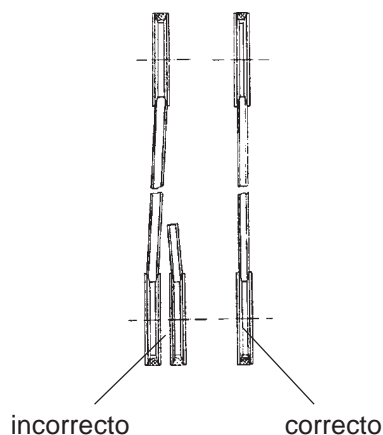

Figura 6.1
- El motor deberá estar alineado de manera que queden alineadas las poleas de transmisión del motor y de la máquina (figura 6.1).